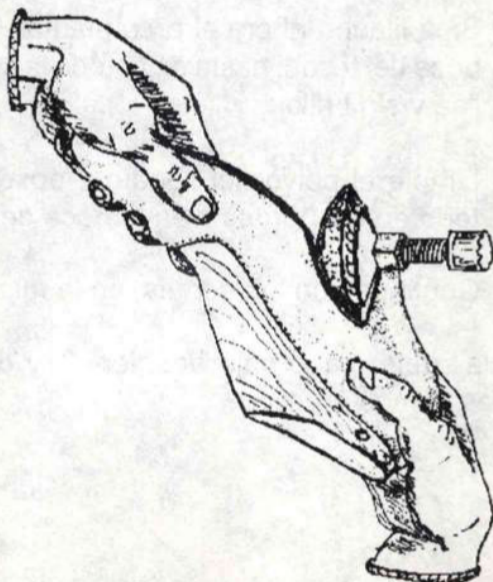

Fig. 5
- Apomase el arco plantar (enfranges) sin dañar la piel ni la boca del tacón (Fig. 5)